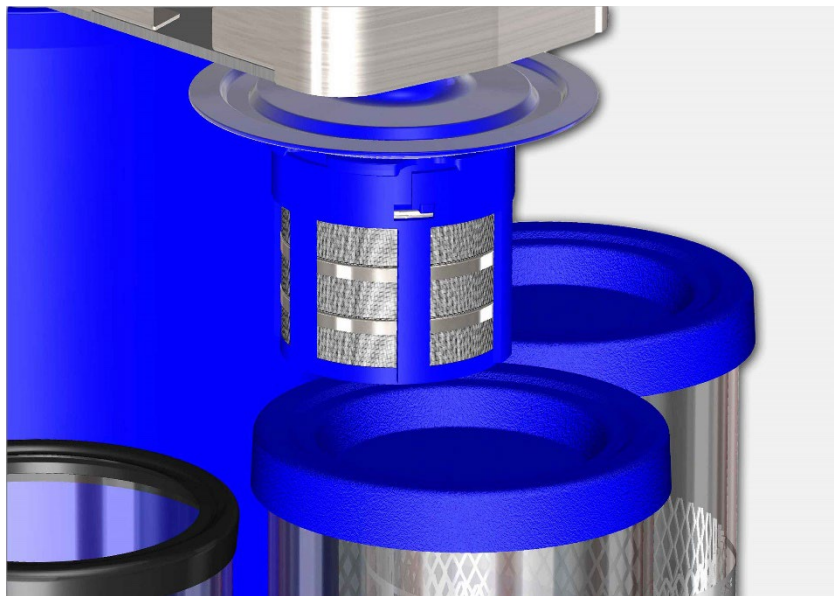

Abb. 3.8.3. Wechsellposition (obere Position)
- Obere Position (über den Medienbehältern): Wechsellposition für Reinigungskorb / Werkhalter (Abb. 3.8.3.).